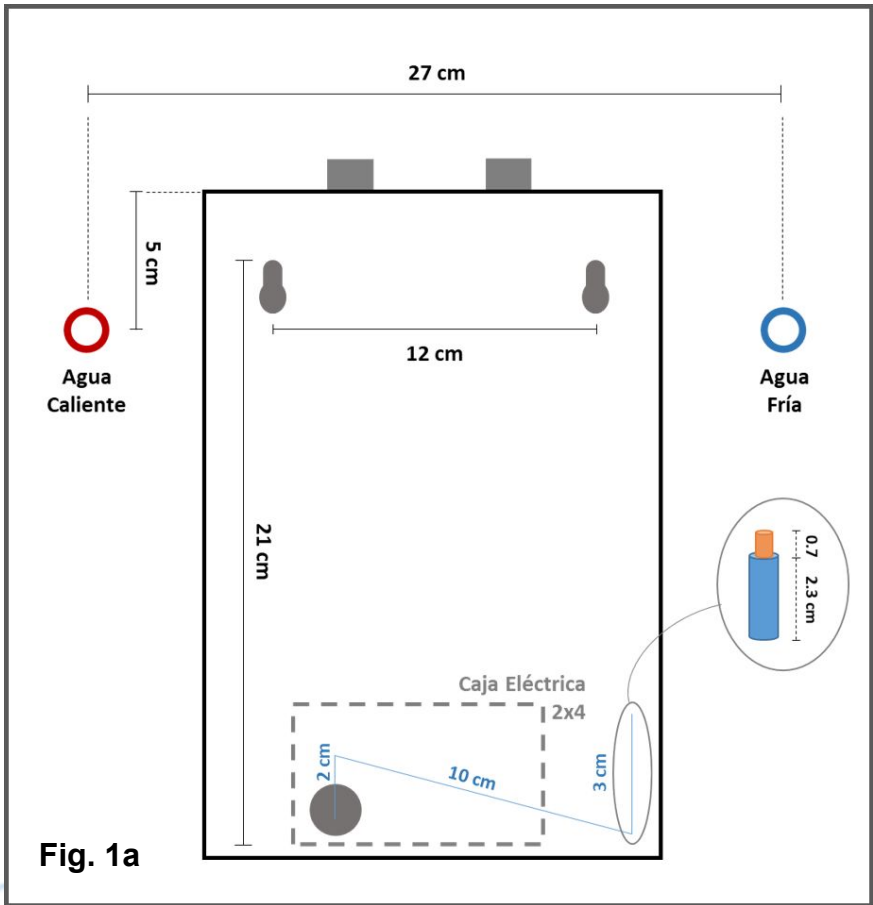

Fig. 1a
- Marque e instale tornillos para enganchar la unidad de acuerdo con las dimensiones de la Fig 1 y Fig 1a.